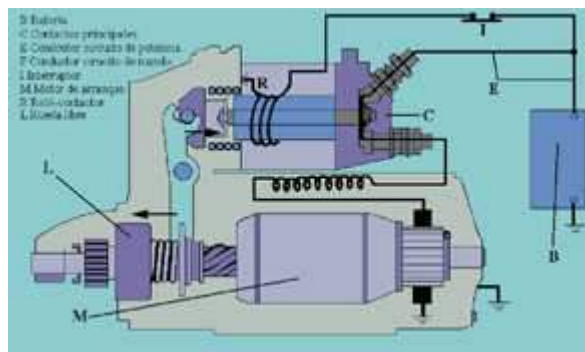

Fig. 14
**Sistema de rueda libre (fig. 14)**
El funcionamiento del sistema de rueda libre (L) (fig. 14) del piñón es el siguiente: